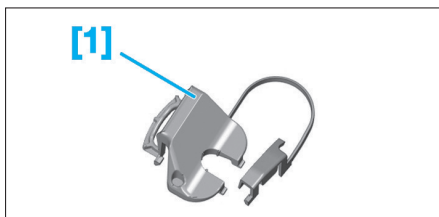

Fig. 16
- Avant d'effectuer la repose du module, vérifier le bon alignement des doigts de passage (13) et contrôler le bon alignement des crosses de fourchettes (14) suivant l'axe.
- Vérifier la présence des goupilles de centrage (15) sur le module de commande.
- [1]. Outil de positionnement du levier de vitesses (réf : 0346.AA) (Fig.16).